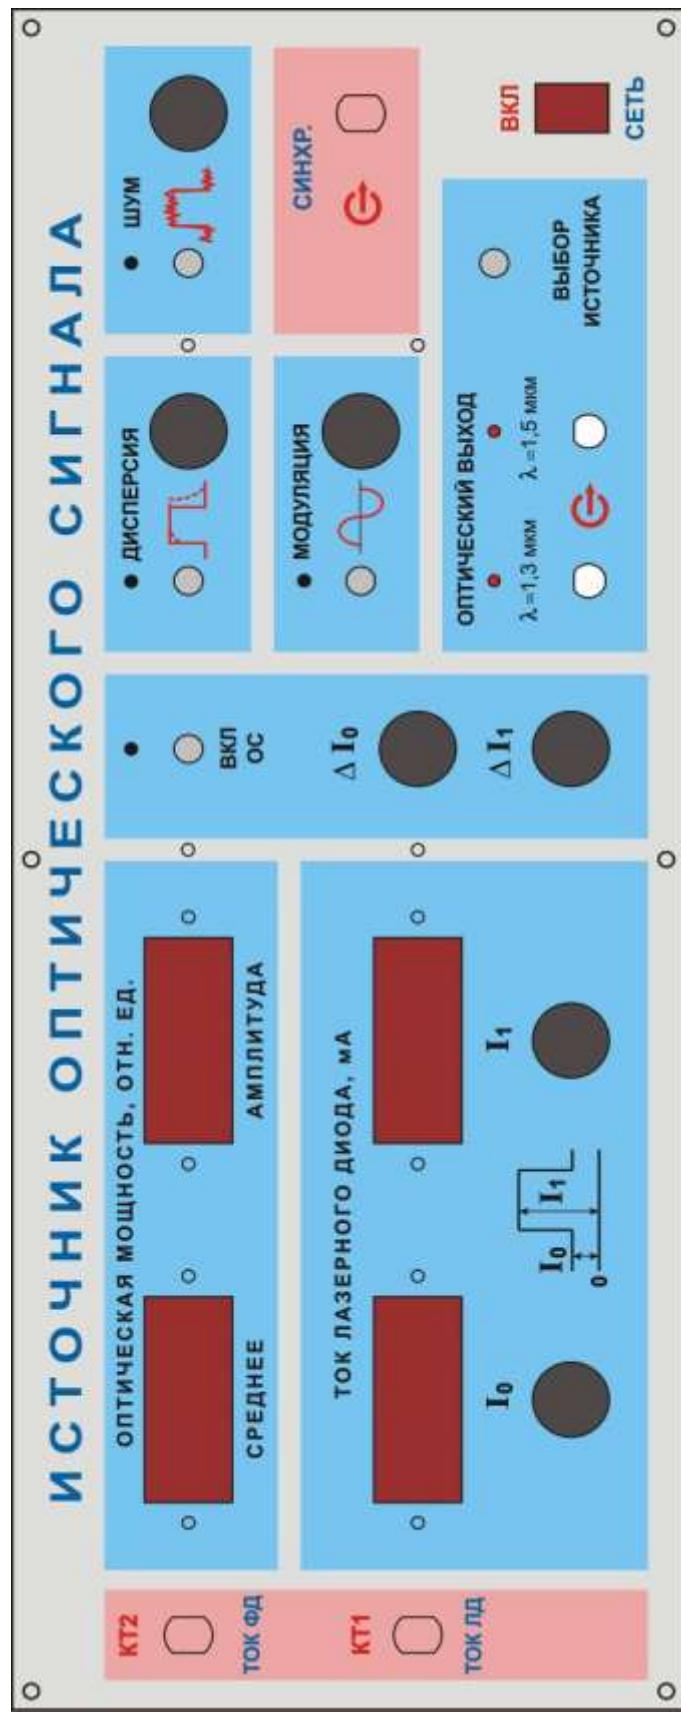

Рис.2.
8. Электронный блок «Источник оптического сигнала» (ИОС). Его лицевая панель изображена на рис.2.
Диоды состыкованы с отрезками одномодового волокна, которое оконцовкаено коннекторами типа FC/SPC. Коннекторы подключены к оптическим соединительным розеткам типа FC/UPC выведенным на лицевую панель и расположенным в окне «**ОПТИЧЕСКИЙ ВЫХОД**» (рис.2). С их помощью лазеры соединяются с внешними элементами установки.